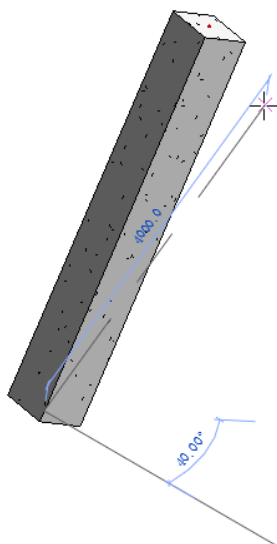

图 5-22 拖曳控制点
(5) 在柱的两端均显示蓝色的端点控制点，拖曳此控制点可调整柱顶部或底部的位置，如图 5-22 所示。